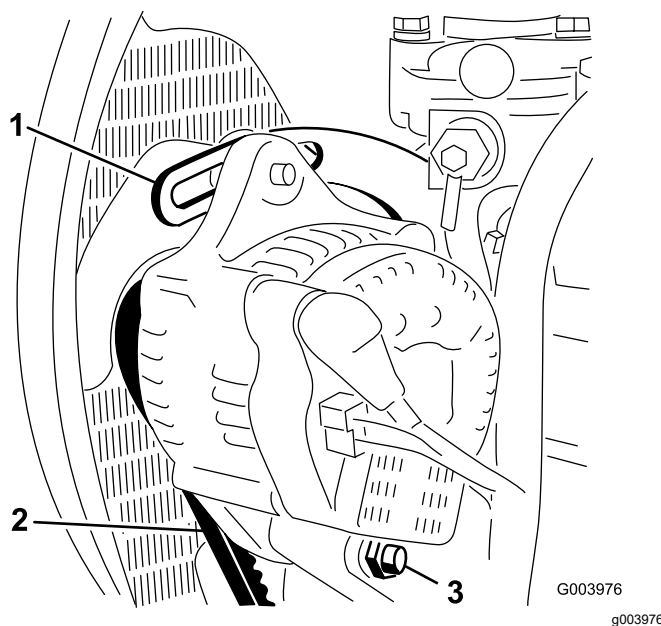

Figura 71
2. Compruebe la tensión de la correa del alternador flexionándola (Figura 71) en el punto intermedio entre las poleas del alternador y del cigüeñal con una fuerza de 10 kg (22 libras).
3. Afloje el perno que fija el tirante al motor (Figura 71), el perno que fija el alternador al tirante y el perno de pivote.